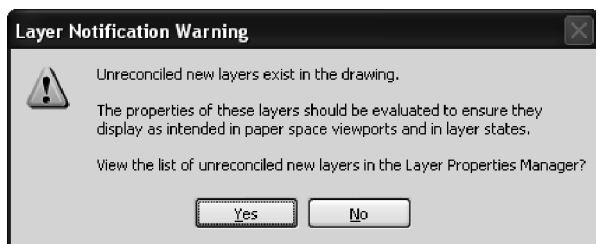

Fig. 5.34 Atenționare la activarea comenzii **Plot**
10. Se lansează comanda de plotare **Plot**. Apare o casetă de atenționare, ca în Fig. 5.34.
11. Atât din cadrul balonului de atenționare din Fig. 5.33, cât și din caseta din Fig. 5.34, se poate opta pentru a vedea noile straturi.